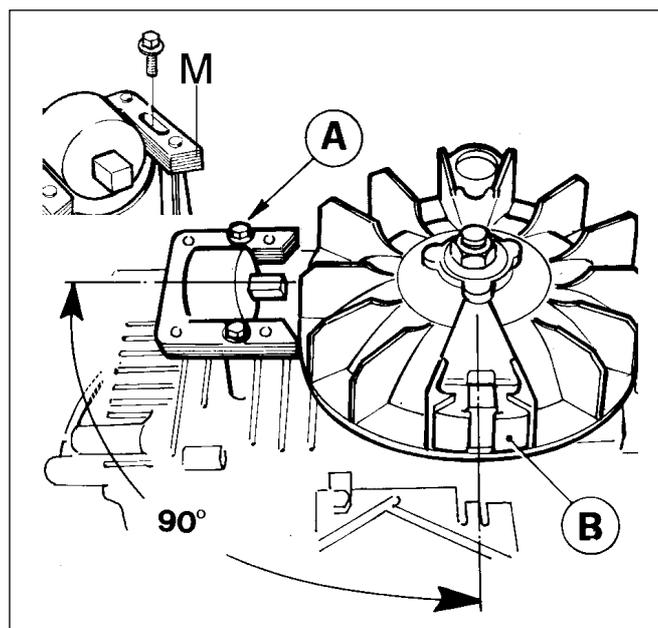

Abb. 16
Motoren der BV-Baureihe sind mit einem Zündsystem mit außenliegender Zündspule ausgestattet. Bei dieser Baureihe ist der Zündspulenblock auf zwei zylindergehäuseseitig angegossenen Befestigungsständern montiert (Abb. 16).
- Positionieren Sie die Schwungradmagnete B wie in Abb. 16 dargestellt.